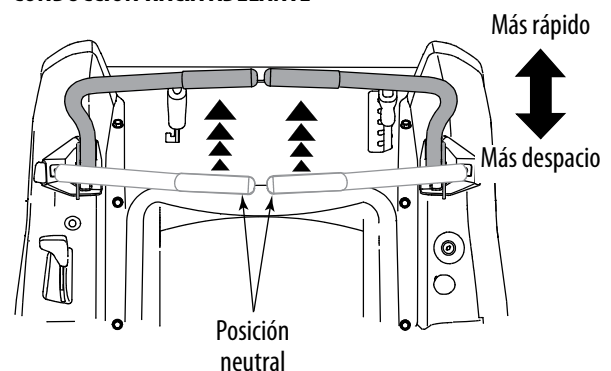

Figura 5-3
- Mueva las palancas de control lenta y suavemente hacia adelante. El tractor comenzará a desplazarse hacia adelante. Vea la Figura 5-3.